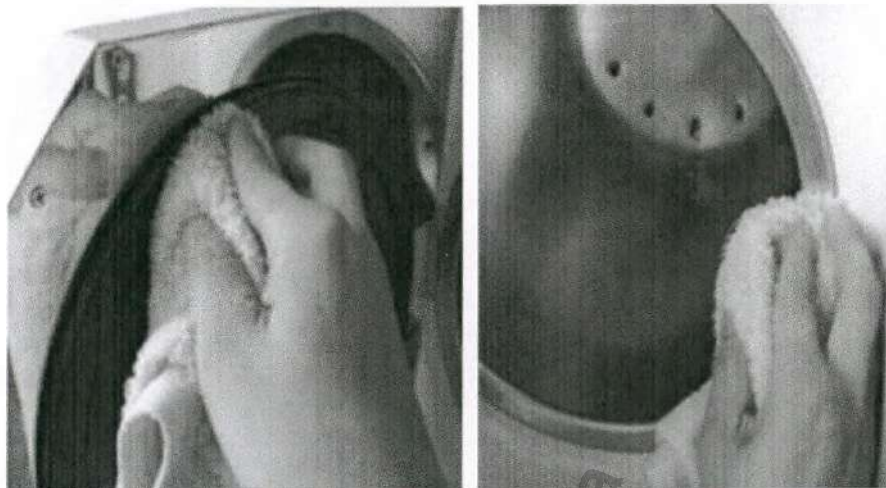

Рис. 39 – Очистка уплотнительных поверхностей.
3. протрите поверхность уплотнителя дверцы и периферийную поверхность стерилизационной камеры, как показано на рис. 39.